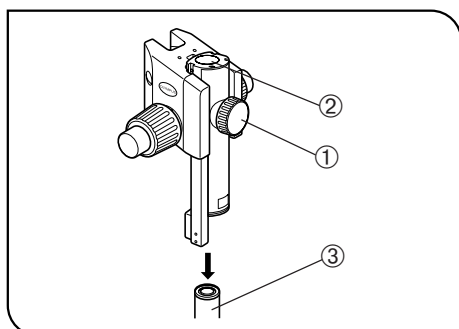

Fig. 17
2 Montaje del conjunto de enfoque (Figs. 17 y 18)
1. En primer lugar, afloje completamente el mando de sujeción del conjunto de enfoque ① y, mientras sujeta el conjunto de enfoque con ambas manos, introduzca el soporte ③ en el agujero de montaje ② desde abajo. (Fig. 17)
2. Baje el conjunto de enfoque hasta que se pare, a continuación, apriete el mando de sujeción del conjunto de enfoque ①. (Fig. 17)
★ **Si se aprieta el mando de sujeción ① sin que el soporte ③ esté totalmente introducido en el agujero de montaje ②, el muelle de la placa que sujeta el soporte se deformará y el soporte no podrá entrar en el agujero.** (Fig. 17)